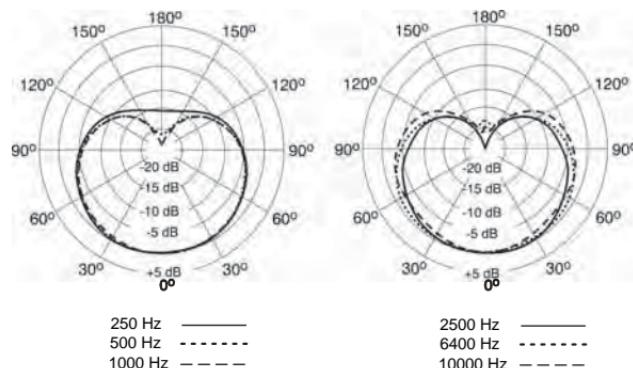

ABBILDUNG 4: TYPISCHE RICHTCHARAKTERISTIK
**Nierencharakteristik.** Ist diese Richtcharakteristik ausgewählt, nimmt das Mikrofon den Schall direkt von vorne auf und weist die geringste Empfindlichkeit für Schall von hinten auf. Dies ist die üblichste Einstellung für Studioaufnahmen und Live-Beschallungen. Siehe Abbildung 4.
**Kugelcharakteristik.** Nimmt Schall aus allen Richtungen auf. Diese Richtcharakteristik eignet sich am besten für die Abnahme von Raumatmosphären und für gleichzeitige Mikrofonaufnahmen mehrerer Schallquellen, wie z.B. für ein Ensemble oder mehrere Sänger. Bei der Kugelcharakteristik gibt es keinen Nahbesprechungeffekt. Siehe Abbildung 4.
Richtcharakteristik	Nierenförmig/kugelförmig (siehe Abbildung 4 und 6)